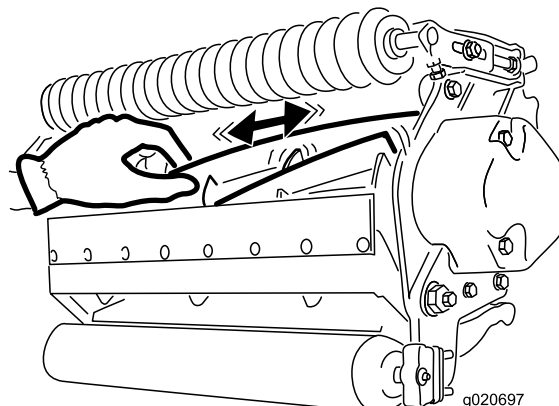

Figura 24
2. Utilizando um pano ou luva almofadada, segure lâmina do cilindro e tente mover o conjunto do cilindro de um lado para outro (Figura 24).